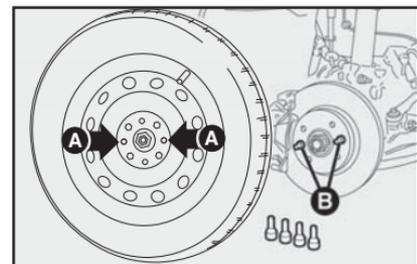

fig. 11
8) Montar a roda sobressalente, encaixando os furos **A-fig. 11** com os respectivos pinos **B**.